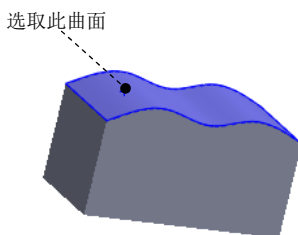

图 5.3.11 定义等距曲面
Step3. 定义等距曲面。选取图 5.3.11 所示的曲面为等距曲面。